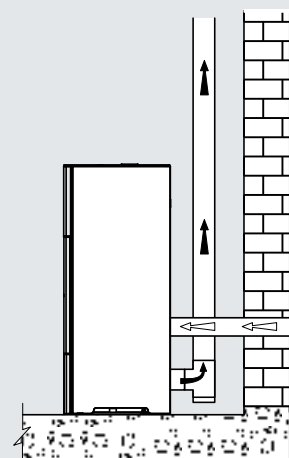

Fig. 5.6
- collegare l'ingresso dell'aria comburente della stufa alla presa d'aria con un apposito condotto (Fig. 5.6).